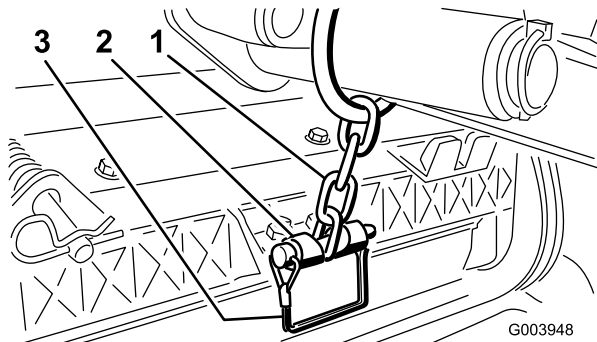

図 12
12. スナップピンで、昇降アームのチェーンをチェーンブラケットに固定する 図 12。